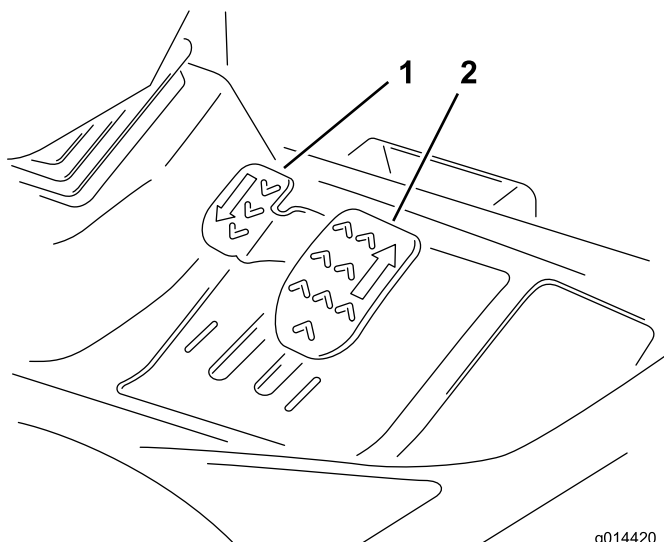

Figura 7
**Deslocação para a frente:** Pressione o pedal de tração para a frente para conduzir a máquina para a frente e aumentar a velocidade de deslocação. Liberte o pedal para reduzir a velocidade (Figura 7).
**Deslocação para trás:** Pressione o pedal de tração em marcha-atrás para conduzir a máquina para trás e aumentar a velocidade de deslocação. Liberte o pedal para reduzir a velocidade (Figura 7).